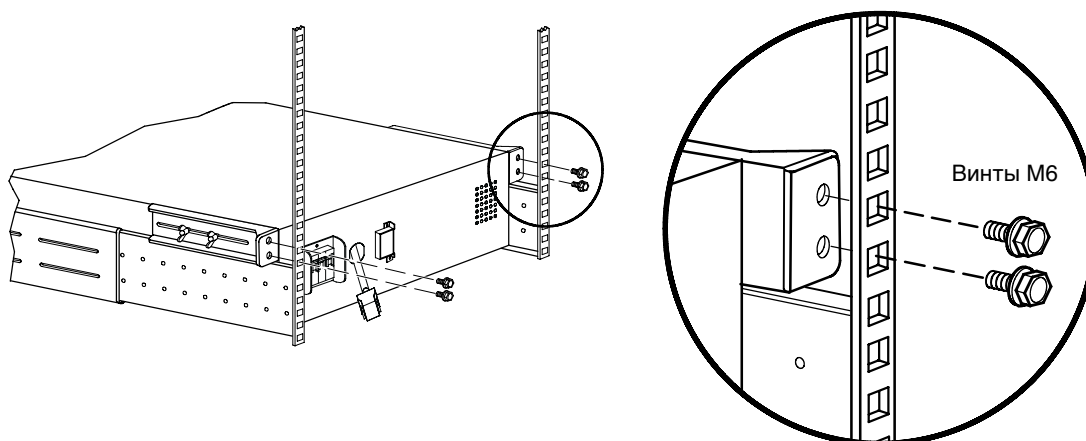

Рисунок 10. Крепление дополнительных сейсмостойчивых кронштейнов EBM
- 16.** При установке дополнительных сейсмостойчивых кронштейнов закрепите кронштейны дополнительного батарейного модуля на стойке с помощью четырех крепежных М6, как показано на рис. 10.